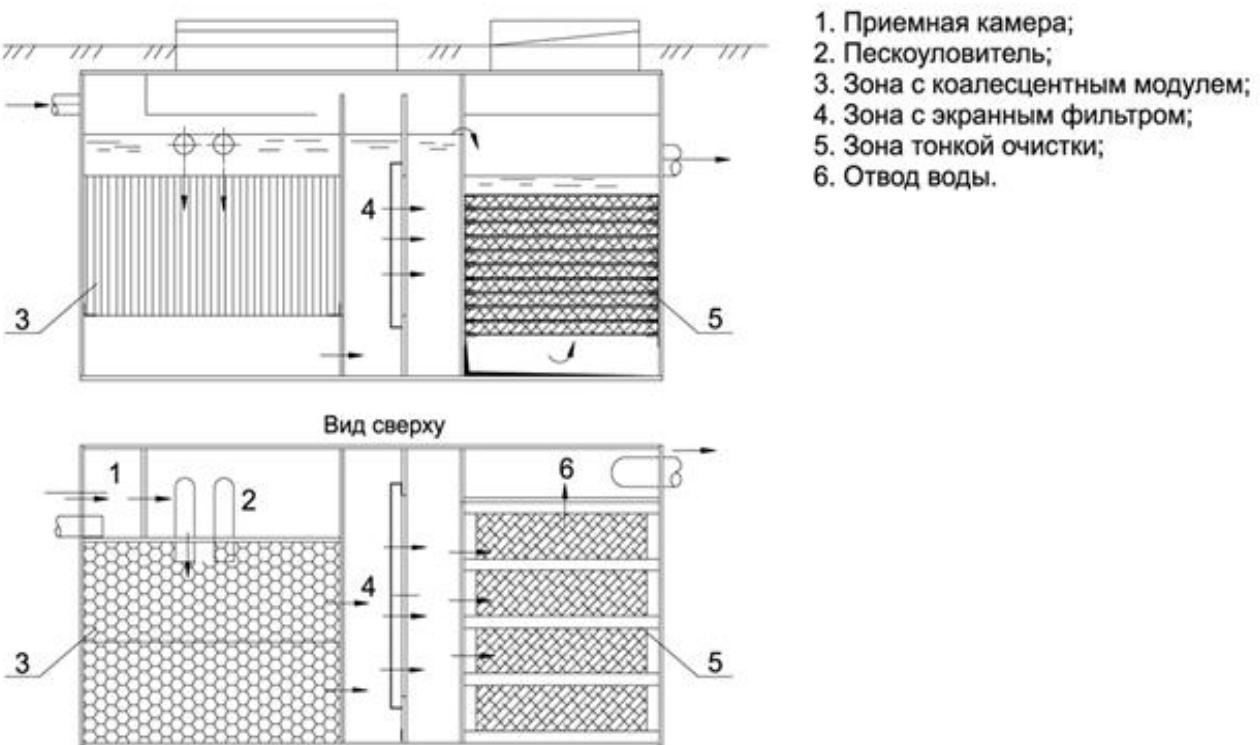

Рис.1. Схема работы установки «ТОПРЕЙН».
1. Удаление машиной-илюсосом образующегося осадка и нефтепродуктов с поверхности пескоуловителя и зоны коалесцентного модуля (см. рис.1). Периодичность удаления осадка и нефтепродуктов устанавливается во время эксплуатации, так как она сильно зависит от качественного и количественного состава сточных вод и от режима поступления сточных вод;